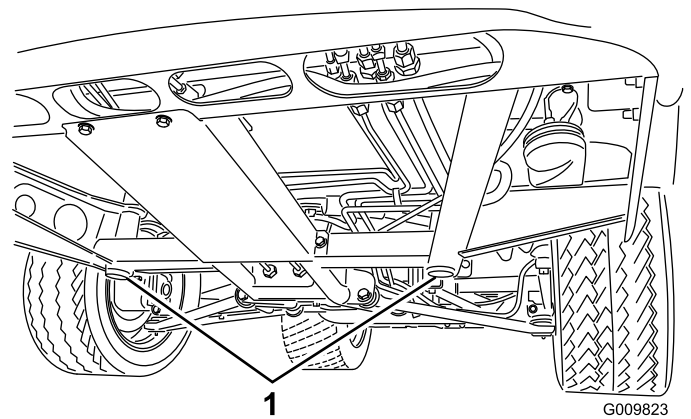

Figure 14
- Le point de levage au cric avant se trouve sous le support de cadre central avant (Figure 14), et le point arrière se trouve sous l'essieu (Figure 15).